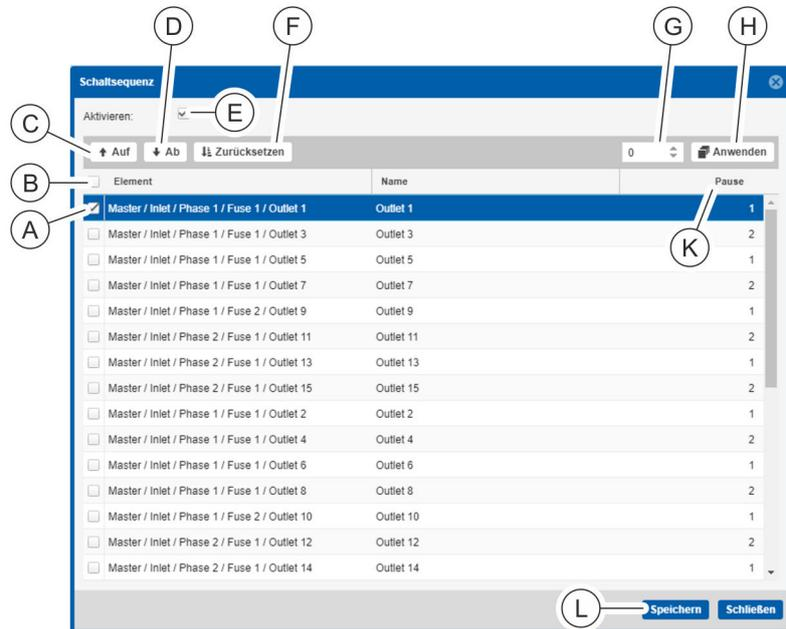

Abb. 143: Schaltsequenz einrichten
- Über das Menü „Konfiguration → Schaltsequenz“ die Maske "Schaltsequenz" aufrufen (Abb. 143).
- Bei Bedarf die Checkbox „Aktivieren“ selektieren, um die Schaltsequenz zu aktivieren (Abb. 143/Ⓔ).
- Socket nach der gewünschten Reihenfolge sortieren. Dazu einzelne Sockets über die Checkbox selektieren (Abb. 143/Ⓐ) und mit den Schaltflächen „Auf“ (Abb. 143/Ⓒ) und „Ab“ (Abb. 143/Ⓓ) oder per Drag-and-drop verschieben.
4. ➤ Bei Bedarf für einzelne Sockets eine Wartezeit definieren, die nach dem Schalten der Sockets gestartet wird. Hierzu einen Socket aus der Liste selektieren und in das ausgewählte Feld der Spalte Pause (Abb. 143/Ⓚ) die gewünschte Wartezeit in Sekunden eintragen.
5. ➤ Bei Mehrfachselektion im Eingabefeld (Abb. 143/Ⓞ) eine Wartezeit in Sekunden eintragen und über die Schaltfläche „Anwenden“ (Abb. 143/Ⓢ) übernehmen.
- ⇒ Die eingestellte Wartezeit wird in der Spalte „Pause“ angezeigt (Abb. 143/Ⓚ).
6. ➤ Bei Bedarf die Schaltfläche „Zurücksetzen“ (Abb. 143/Ⓡ) anklicken, um die Liste der Sockets neu zu sortieren und die Wartezeit zurückzusetzen.
7. ➤ Einstellung über die Schaltfläche „Speichern“ (Abb. 143/Ⓛ) übernehmen.